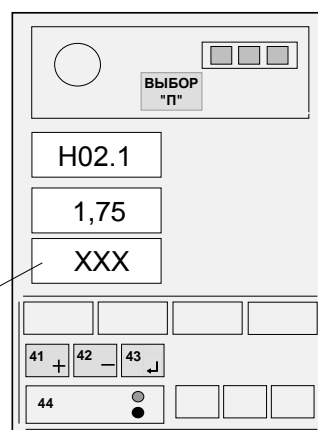

Рисунок 12
Нажимая кнопки "+" (41) и "-" (42), набрать на среднем ИЖЦ значение вылета, указанного в правом столбце таблицы 6 (см. рисунок 12) для установленного значения вылета по рулетке.
Нажать на время 1 с кнопку "┘" (43, - см. рисунок 12) и, проконтролировав короткий звуковой сигнал, отпустить кнопку.